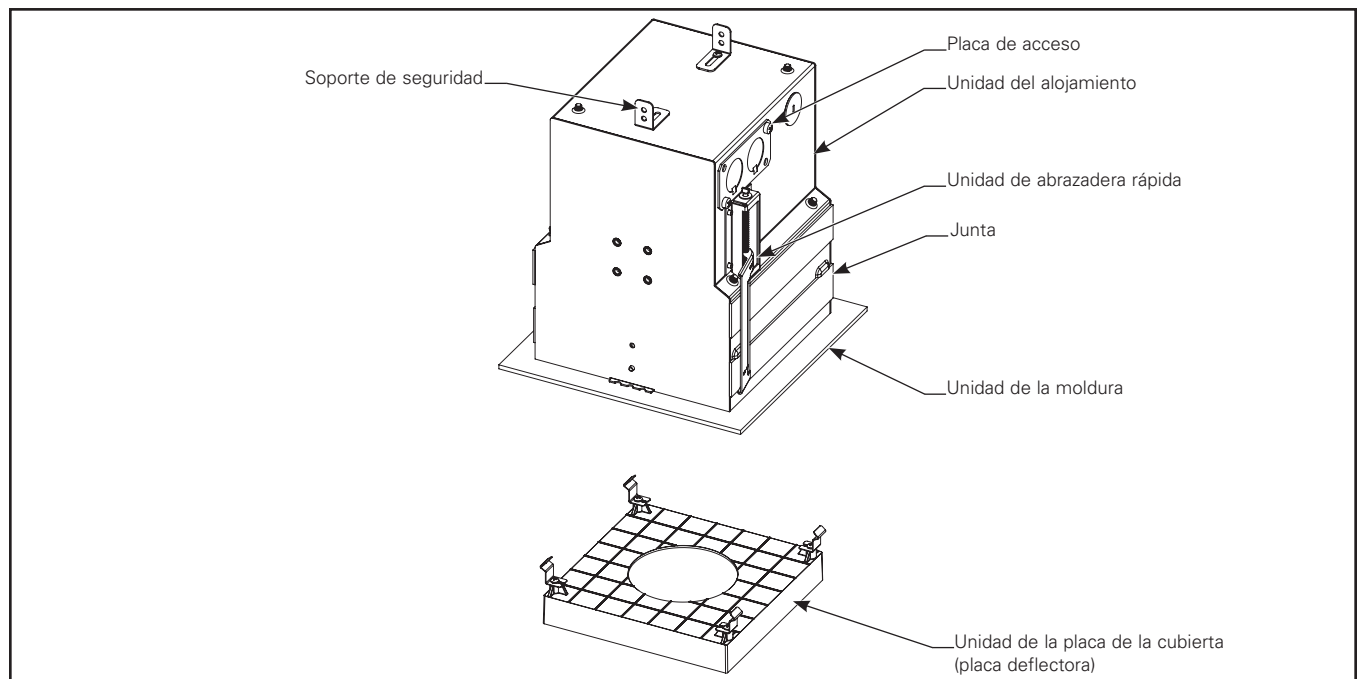

Figura 2.1.
1. Desembale la luminaria multicabezal de remodelación de la serie HCM y asegúrese de que se hayan incluido todas las piezas. (Figura 2.1)